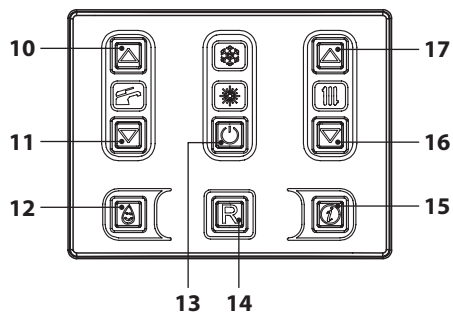
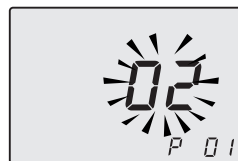

Figura 5.31
Figura 5.32
• Entrare in "modalità programmazione" premendo contemporaneamente per 10 secondi i tasti 13-16-17 (Figura 5.31) fino a far apparire sul display LCD le lettere **P01** e il valore del parametro, indicanti l'entrata nel "parametro 01" (Figura 5.32).
- Premendo il tasto 13 (Figura 5.31) si ottiene la conferma del valore inserito.
Comunque se la temperatura ambiente non dovesse essere confortevole si può aumentare o diminuire la temperatura di mandata dell'impianto riscaldamento di $\pm 15^\circ\text{C}$ agendo sui tasti 16 (diminuzione) e 17 (aumento) (Figura 5.31).